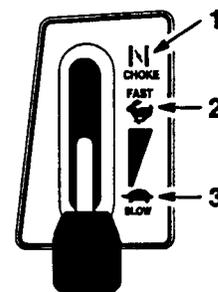

Fig. 8
4. Spostate la leva del gas in posizione arricchitore ("CHOKE") (Fig. 8).
6. Quando il motore si avvia, spostate lentamente la leva del gas in posizione "FAST"(marcia) (Fig. 8). Se il motore si ferma o non si avvia correttamente, riportate la leva su arricchitore ("CHOKE") per alcuni secondi; portate quindi la leva del gas su "FAST". Se necessario, ripetete questa procedura.
1. Spostate la leva del gas in posizione "SLOW" (Fig.8).